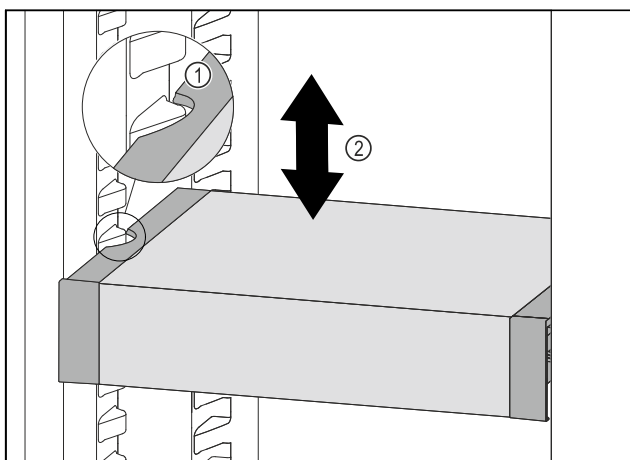

Fig. 87
- Predal VarioSafe povlecite v smeri naprej, dokler nista stranska izreza predala VarioSafe na višini nastavka za posodo v hladilniku. Fig. 87 (1)
- Predal VarioSafe premikajte v hladilniku gor ali dol, dokler ne dosežete želene višine. Fig. 87 (2)